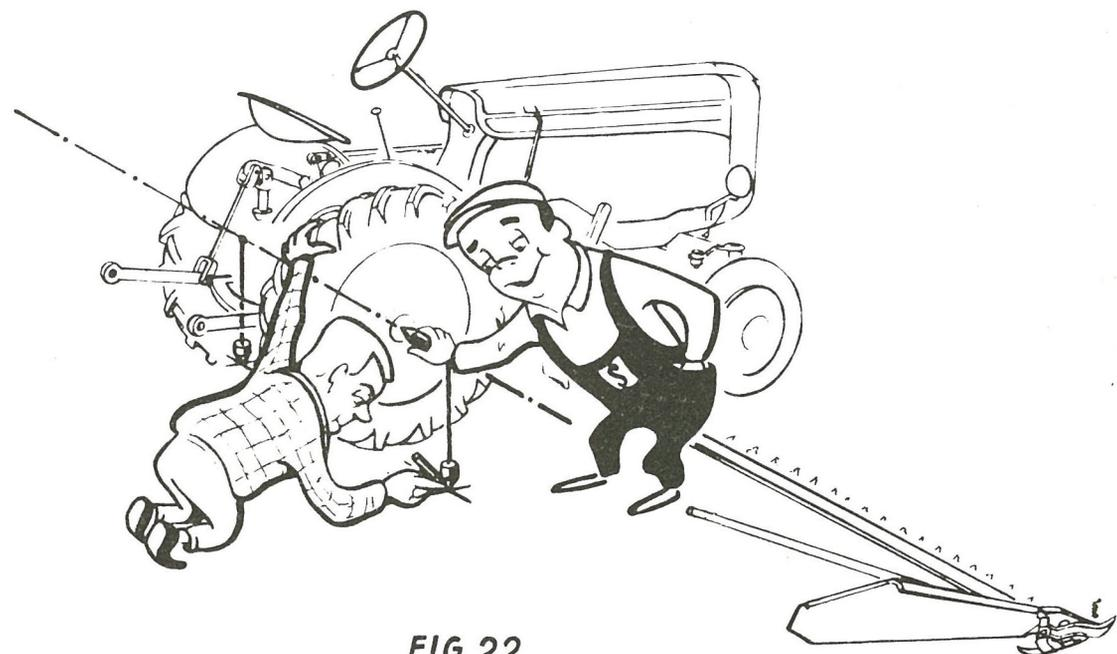

FIG. 22
- A l'aide d'un fil à plomb (fig.22), mener les perpendiculaires passant par le point de centre des moyeux des roues motrices, et marquer les repères correspondants.